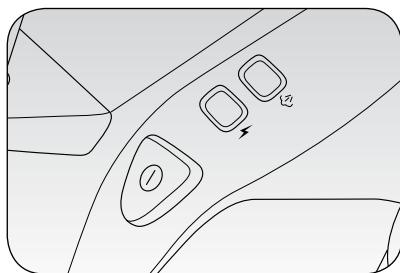

Fig. 3
Włączyć wtyczkę przewodu elektrycznego do gniazdka prądu i uruchomić urządzenie naciskając wyłącznik włączania (H) (Rys. 3). Włącza się lampka kontrolna ON/OFF (G) i lampka gotowości pary (F)